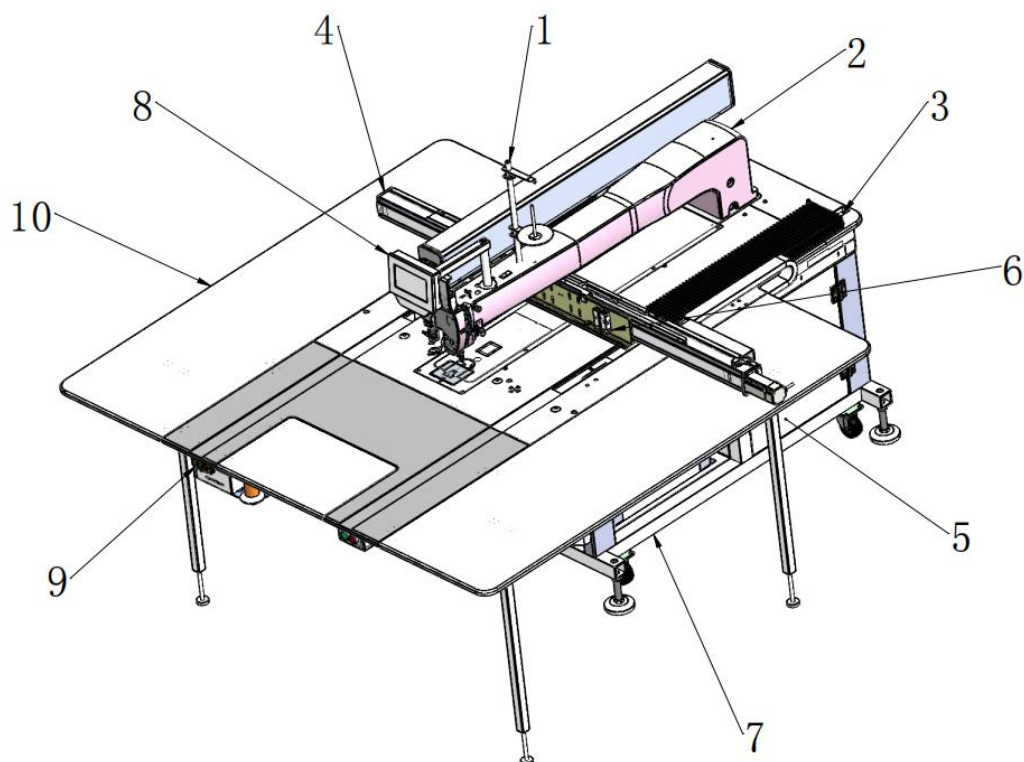

图 2-1 自动模板缝制中心
- (1)、平车车头。见图 2-1 中的 (2)，主要实现服装的缝制，位于桌面上部位；
- (2)、Y 轴传动部件。见下图 2-1 中的 (3)，通过 AC 伺服电机和精密丝杠的传动配合，主要实现服装模板（衣物）的纵向精确移动，位于桌面底下；
- (3)、X 轴传动部件。见下图 2-1 中的 (4)，主要由精密丝杆和 AC 伺服电机构成来实现服装模板（衣物）的横向精确移动，置于 Y 轴之上，横穿平车车头；
- (4)、机架。由型钢焊接配合，实现对车头、X 轴、Y 轴和其他零部件的支撑作用，是设备的基础支座，见下图 2-1 中的 (7)；
- (5)、设备主控电箱。固定于桌架大梁上，对机械设备的所有动作的精确控制，是控制中心，见下图 2-1 中的 (5)；如下图 2-1 中的 (8) 为人机交流的触摸屏及其支架。